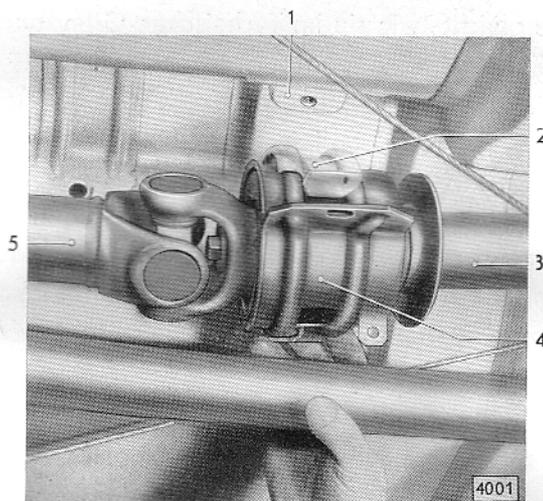

Bild 29 - Abdeckblech zwischen Zwischenlager und Wagenboden beilegen
2. Vordere Gelenkwelle mit Schiebestück auf Getriebehauptwelle aufschieben, wobei die Markierungen zu beachten sind. Vor dem Aufschieben der Welle Getriebehauptwelle mit kolloidalem Graphitfett M 48 leicht einfetten. Dann Gelenkwellenzwischenlager mit Abdeckblech (29/2), das zwischen Zwischenlager und Wagenboden beigelegt wird (Bild 29), an Verstärkungsstrebe (29/1) am Wagenboden zunächst leicht anschrauben. Schrauben erst festziehen, wenn hintere Gelenkwelle am Antriebskegelradflansch befestigt ist.